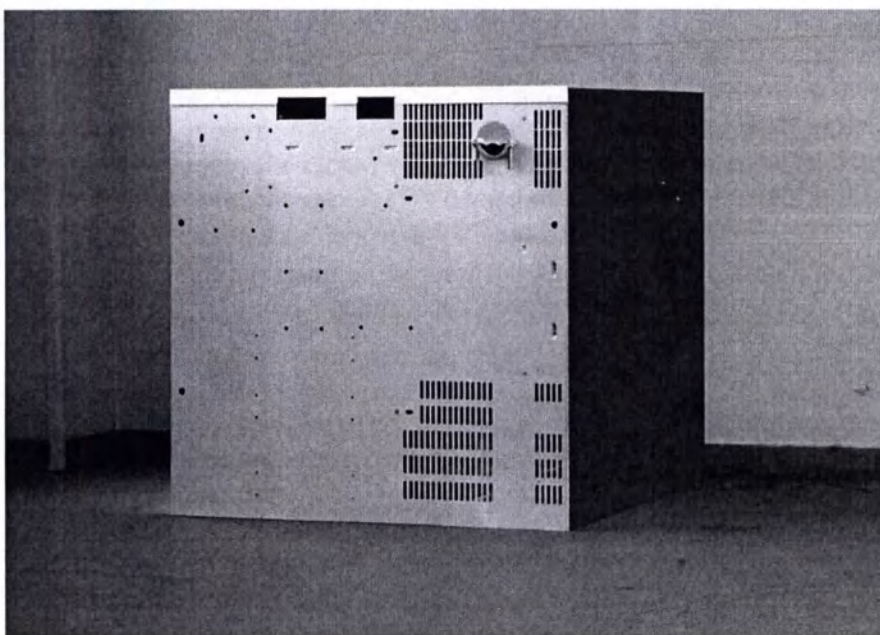

Рисунок 2.1 – Блок генератора (вариант внешнего вида)
1. Блок генератора, объединяющий входящие в него платы и модули в металлический корпус (Рисунок 2.1) с